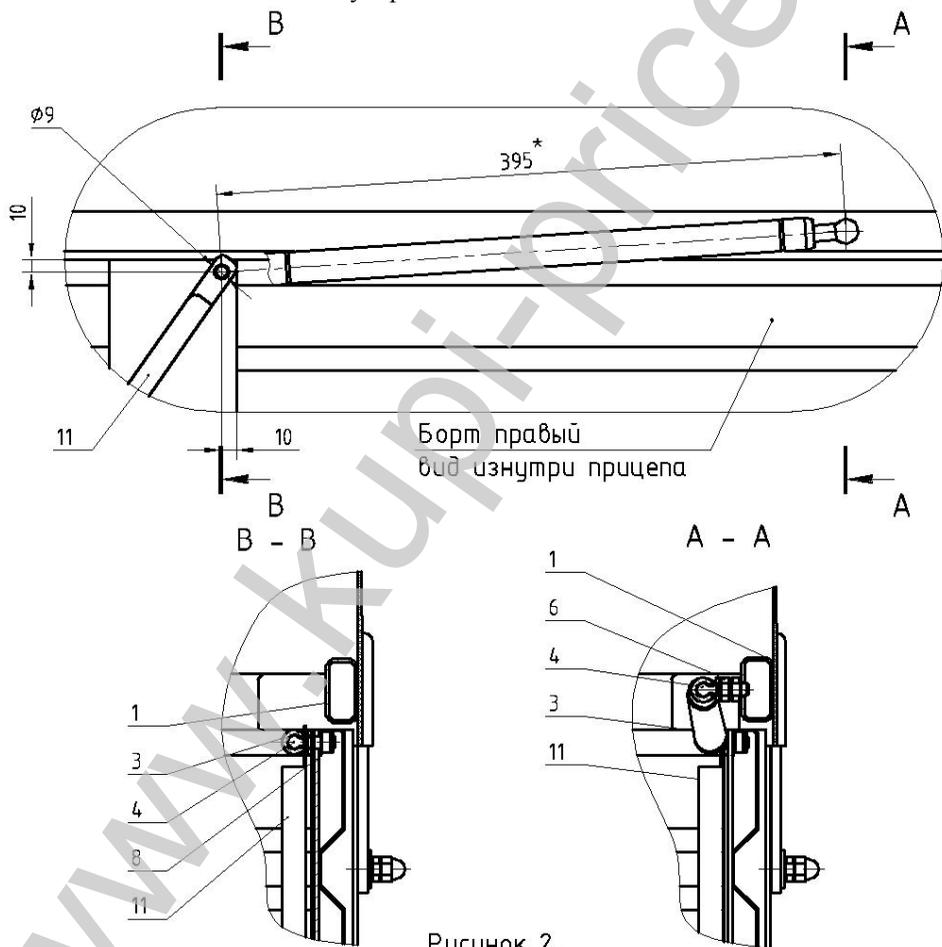

Рисунок 2.
11. Прикрутить верхние шаровые шарниры 4 через дистанционную гайку 6 (рис. 2, сечение А-А).
12. Просверлить отверстие  $\varnothing 9\text{мм}$  в левом и правом борту прицепа на расстоянии 10мм от верхнего края борта и 1мм от края стойки, как показано на рис.2.
13. Прикрутить нижние шаровые шарниры 4 (рис. 2, сечение В-В).
15. Установить стопоры газового упора 11 и 12 (рис. 2).